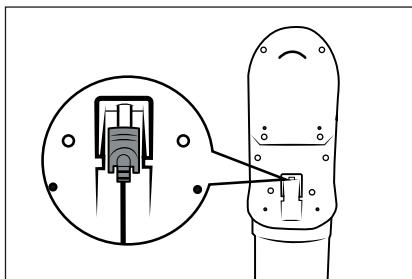

Fig. 8
- Rechargez la batterie ② dès que l'indicateur de batterie ⑥ indique une faible charge résiduelle de la batterie ② ■■■ .
- L'appareil s'éteint peu après l'affichage d'une batterie vide ② ■■■ .
- L'aspirateur peut également être rechargeé directement via l'adaptateur secteur ⑩. Pour ce faire, retirez la fiche creuse ⑪ du support mural ⑬ en la tournant légèrement et insérez-la dans la prise de recharge ③ de l'appareil (voir fig. 8).